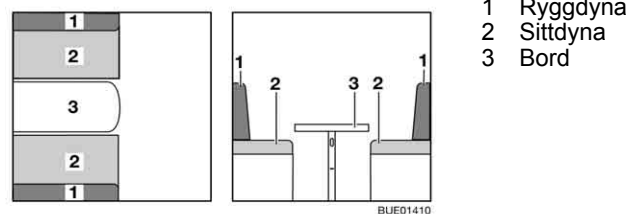

Bild 113 Före ombyggnaden
- Bygg om bordet (Bild 113,3) till sängbotten (se avsnitt 6.12).
- Ta av ryggdynorna (Bild 113,1) och lägg en av dem på bordet.